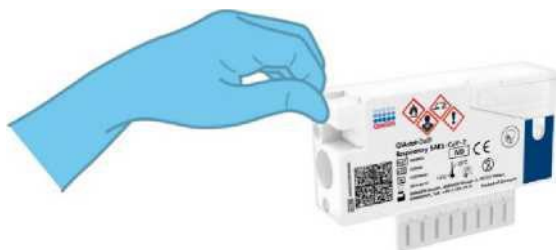

Рис. 10. Закрытие крышки порта для тампона.
7. Плотно закройте крышку порта для тампона до щелчка (рис. 10).